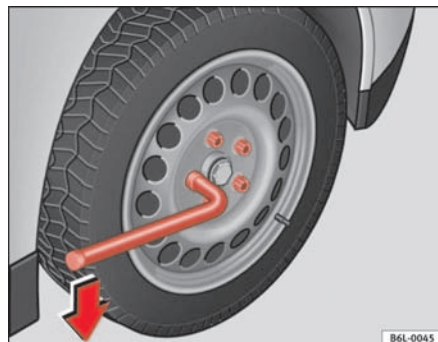

Fig. 131 Changement d'une roue : desserrage des boulons de roue
- Attrapez la clé par l'extrémité et tournez-la environ un tour vers la **gauche** ⇒ fig. 131.